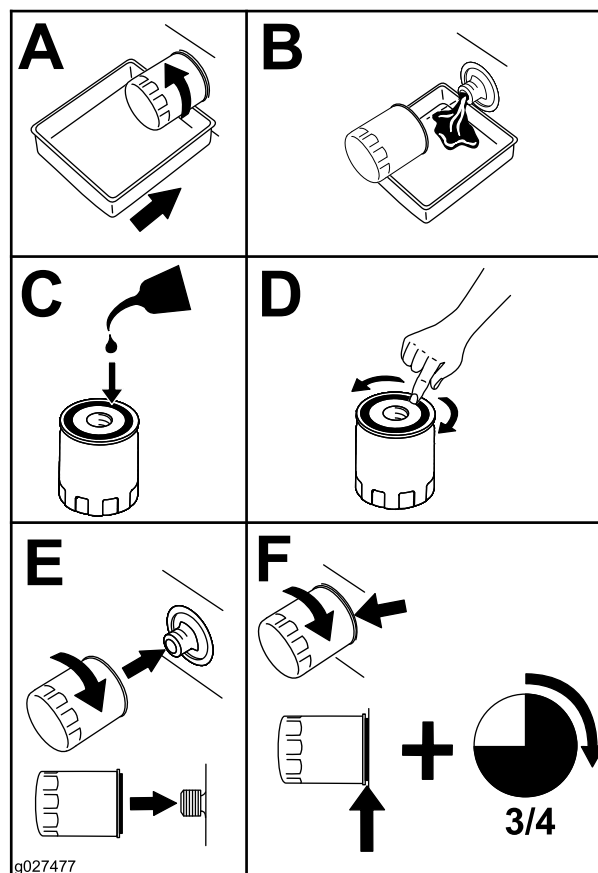

Figura 48
2. Înlocuiești filtrul de ulei de motor (Figura 48).